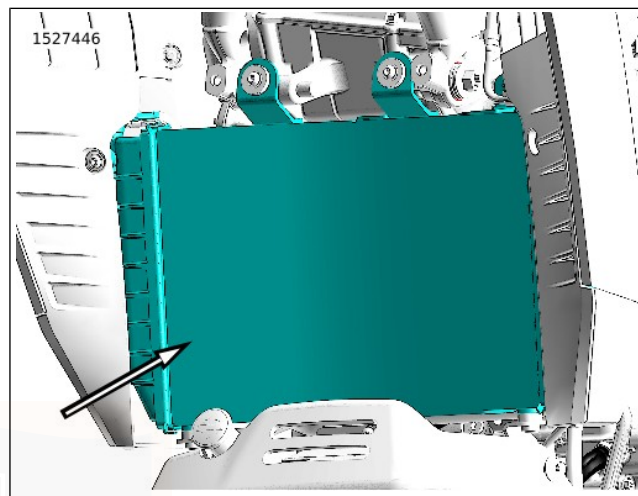

Abbildung 66. Kühlerlamellen
1. Siehe Abbildung 66. Ablagerungen von den Kühlerlamellen entfernen.